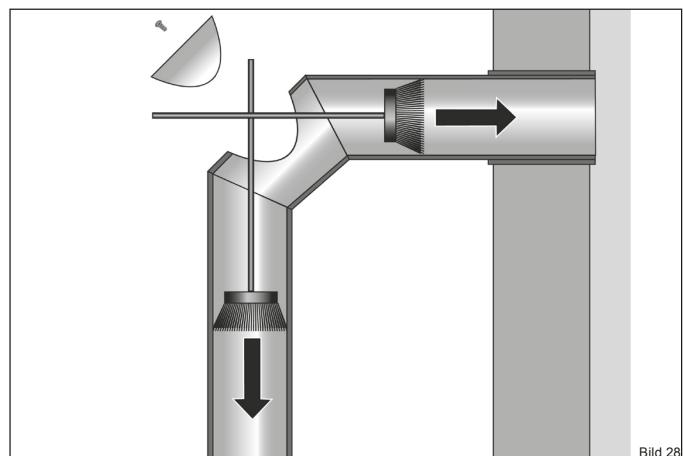

Bild 28
- Öffnen Sie die Reinigungsklappe am Rauchrohr (Bild 28).
- Kehren Sie die Ablagerungen nach hinten in den Schornstein und nach unten in den Kaminofen (Bild 28).